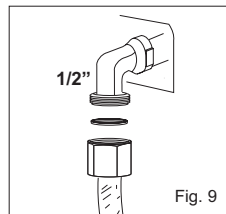

Fig. 9
HORLOGE TEMPORISATEUR ELECTRONIQUE POUR CUISINIERE (fig.9)
- Le tuyau doit être raccordé directement au coude de la rampe. (voir fig 9).